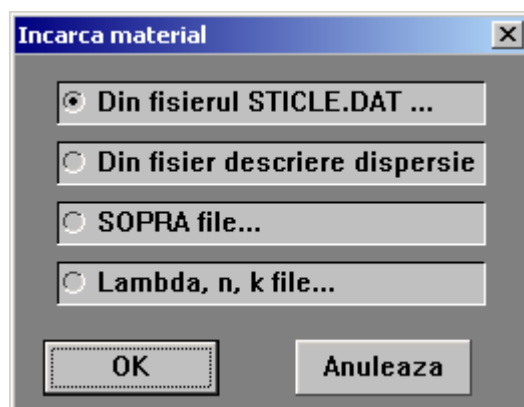

Fig. 3.3 Fereastra pentru selectare sursa date material
Prin apasarea butonului **Anuleaza** se inceteaza cautarea materialului. Prin apasarea butonului **OK** se creeaza fereastra reprezentata in Fig. 3.3.
- **Din fisie descriere dispersie** - Daca in fereastra din Fig. 3.3 s-a ales incarcarea din fisiere text (extensi *.mtx*) in format specific programului *STRAT*, se creaza o fereastra standard Window de deschidere fisiere. Dupa selectarea fisierului se incarca materialul din fisierul text. **ATENTIE !** Verificati corectitudinea descrierii parametrilor materialului.